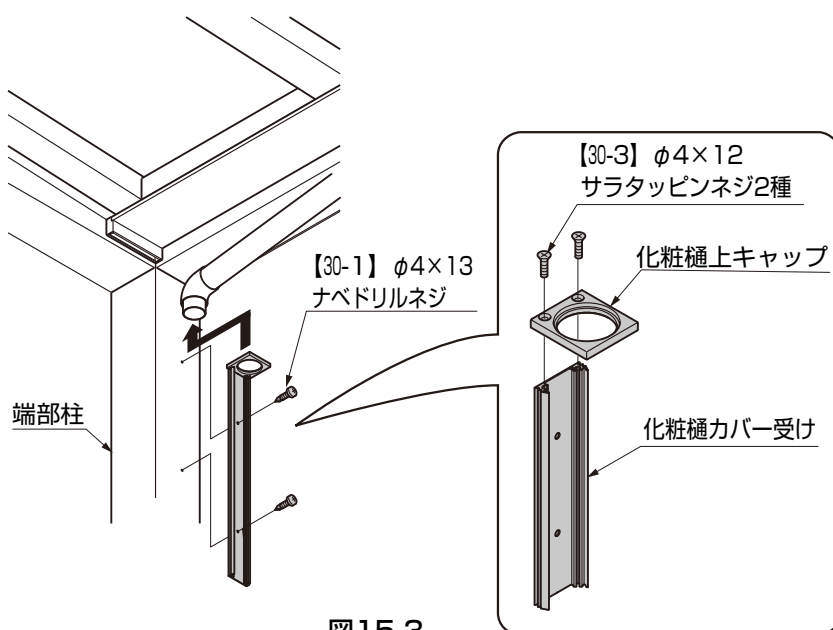

図15-3
- ③化粧樋上キャップを化粧樋カバー受に【30-3】で取付けてください。(図15-3参照)
- ④組立てた化粧樋カバー受けを柱に【30-1】で取付けてください。(図15-3参照)